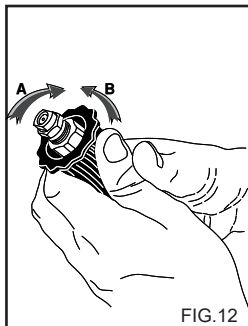

FIG.12
**BRUK AV REGULERBART HODE (Fig. 12) (Ekstraustyr)**